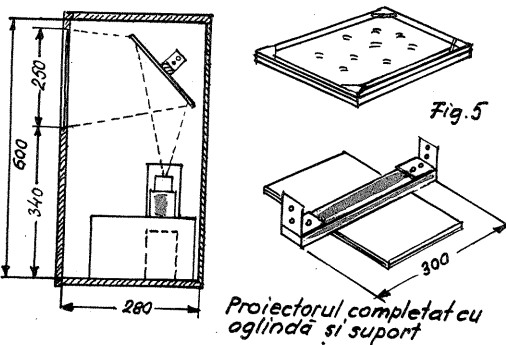

Fig. 5 Proiectorul completat cu oglindă și suport
Întregul ansamblu se închide într-o cutie paralelipipedică din placaj, în care se montează, conform fig. 5, oglinda (23) cu suportul ei (24), sticla mată (22) (cu partea lucioasă în afară).